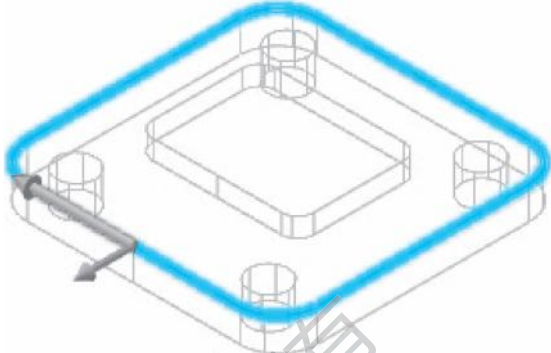

图 10-33 选择加工边界
1) 选择【刀路】/【外形】命令，系统弹出【线框串连】对话框，以【实体】/【串连】的形式分别选择如图 10-33 所示的两条外形轮廓线。根据箭头指向判断此时刀具补偿为左补偿，单击【确定】按钮 。